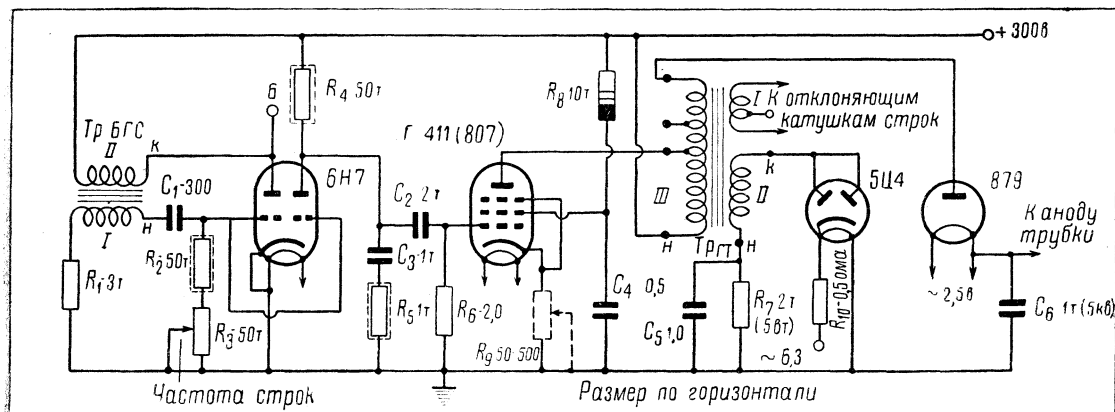

Рис. 10
Описанный выше трансформатор генератора тока строк может быть без переделки использован в качестве выходного трансформатора генератора тока с посторонним возбуждением (рис. 10). Выходной каскад генератора работает на лампе Г-411 или Г-807. Анодная обмотка трансформатора включена так же, как и в схеме генератора тока. С нее же берется напряжение на высоковольтный выпрямитель (879) для питания анода кинескопа. Во вторичную обмотку трансформатора (сеточную) включен демпфер (5Ц4). К сетке выходного каскада лампы Г-411 генератора тока с посторонним возбуждением подводится несколько искаженная форма пилообразного напряжения, получаемого с блокинг-генератора (6Н7). Синхронизация блокинг-генератора осуществляется подачей синхронизирующих импульсов на анод генератора (точка Б) от конденсатора C_{46} (рис. 3). Трансформатор блокинг-генератора Тр $\delta_{2к}$ имеет сечение $1 \div 2 \text{ см}^2$, сеточная обмотка (I) состоит из 200 витков, анодная (II) — из 100 витков, ПЭЛ или ПЭШО — 0,15—0,2.
Линейность развертки, построенной по схеме рис. 10, зависит от выбора величин сопротивлений R_4 и R_5 . Размер раstra подбирается изменением числа витков анодной (III) обмотки трансформатора Тр $\delta_{2к}$, подключаемых к аноду высоковольтного кенотрона 879. Регулировка размера по строкам в случае необходимости может быть произведена включением сопротивления R_9 в катод выходной